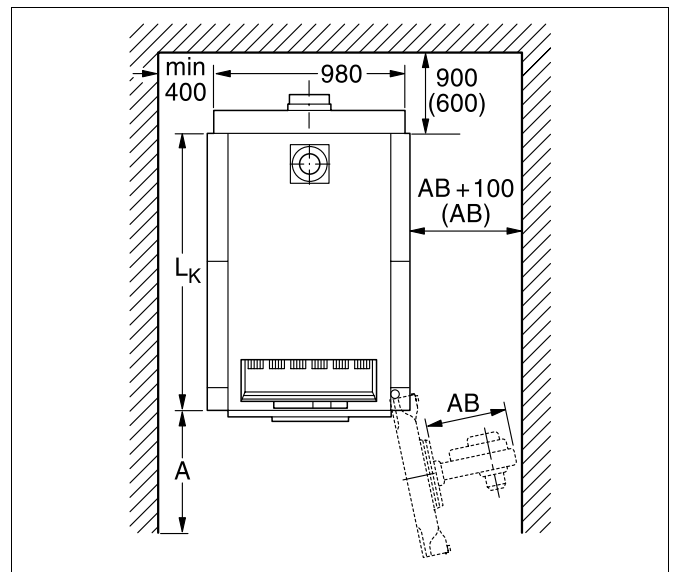

Fig. 6 Opstillingsrum med kedel (mål i mm)
- Følg den anbefalede vægafstand, så der er plads til åbning af brænderdøren, til montering af kedlen og til rengøring og vedligeholdelse (se fig. 6 og tabellen nedenfor).
Hvis den anbefalede afstand A (fig. 6) underskrides, er det ikke muligt at foretage en rensning med det tilbudte rensesæt. Som alternativ anbefaler vi at anvende kortere (længde ca. 1 m) monterbare rengøringsaggregater eller en vådrensning.
- Tag ved fremstillingen af fundamentet hensyn til, hvilken side brænderen svinger ud til (højre-venstre-hængt brænderdør, fig. 6, side 15).